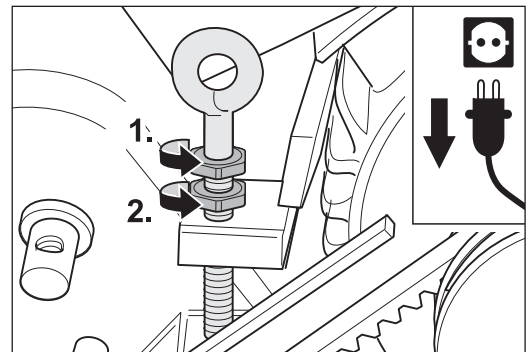

Abb. 99 Die beiden Muttern an der Ringschraube lösen.
- 3** Lösen Sie die beiden Muttern an der Ringschraube des Motors (Abb. 99) und drehen Sie die Muttern nach oben.